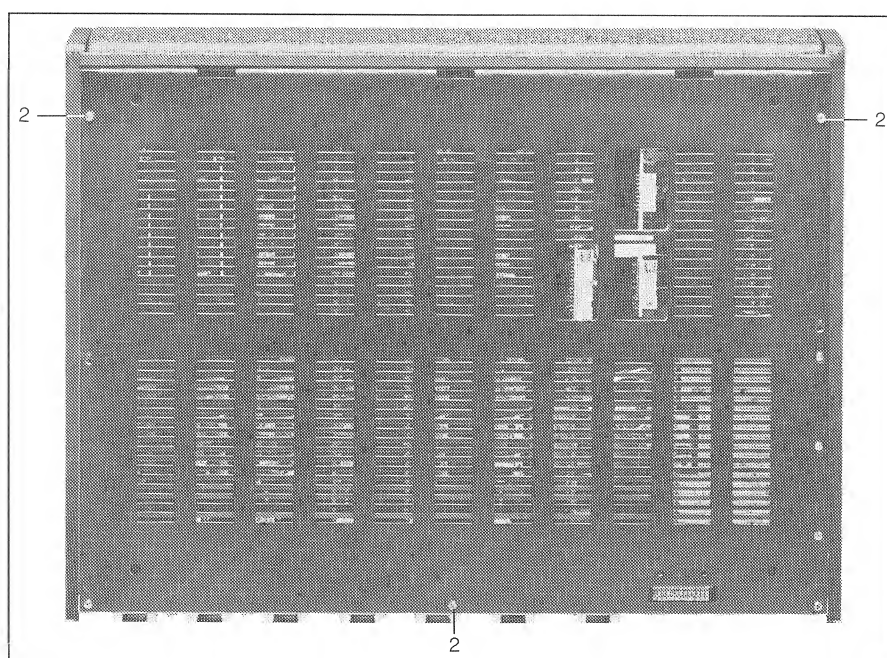

Fig. 2
- An der Gehäuse-Unterseite die 3 Schrauben Fig. 2 [2] lösen und das Deckblech entfernen.